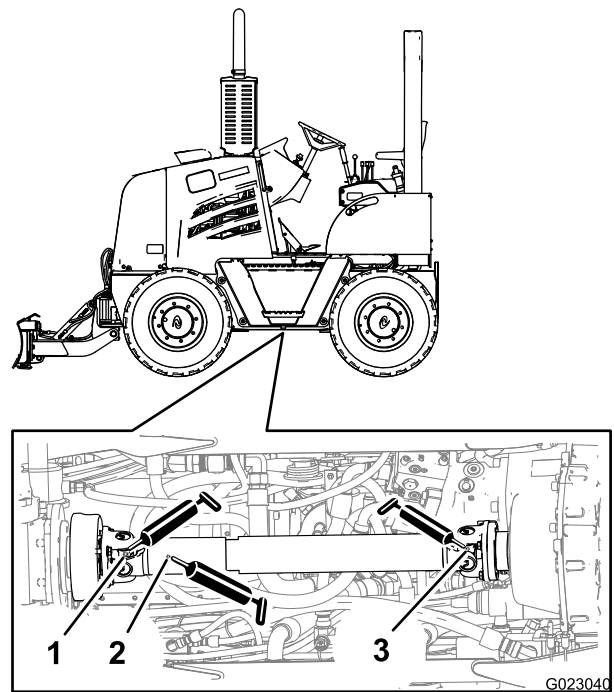

Figura 34
2. Conecte la pistola de grasa al engrasador para engrasar el acoplamiento deslizante situado en el extremo delantero del eje motriz y aplique 2 o 3 disparos al engrasador (Figura 34).